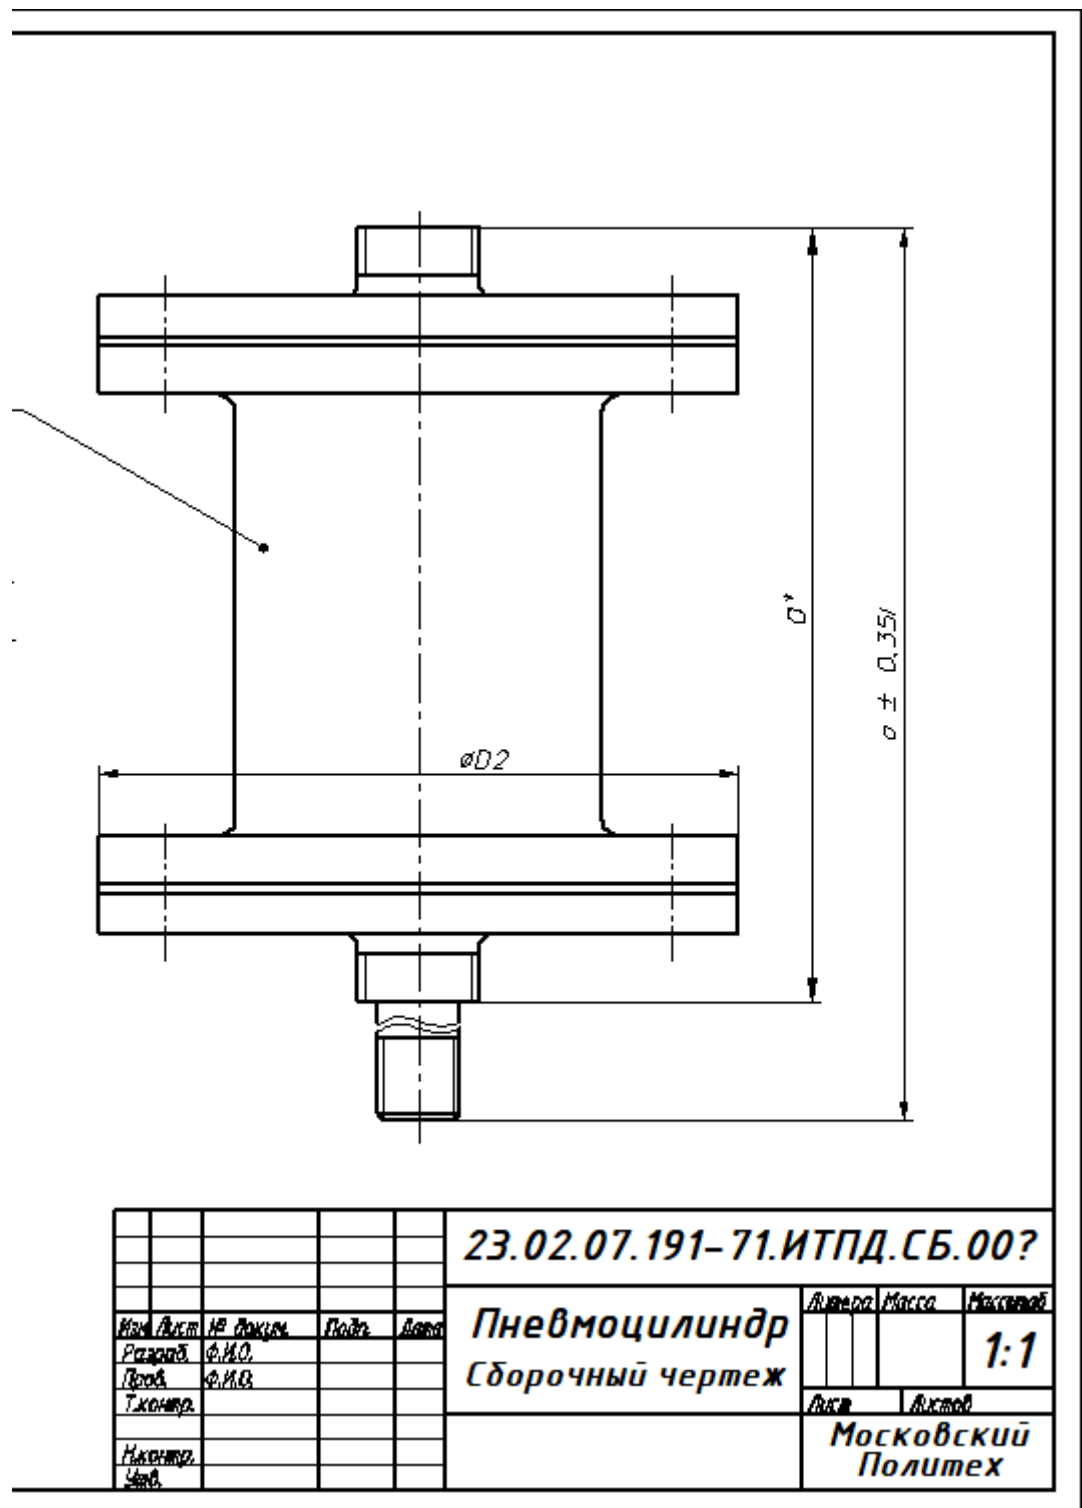

Рисунок 12. Пример выполнения сборочного чертежа «Пневмоцилиндр»
**Практическое занятие № 13. На формате А3 выполнить сборочный чертёж «Пневмоцилиндр» (см. рисунок 12), используя ранее созданные рабочие чертежи «Корпус», «Крышка», «Шток», «Поршень»**